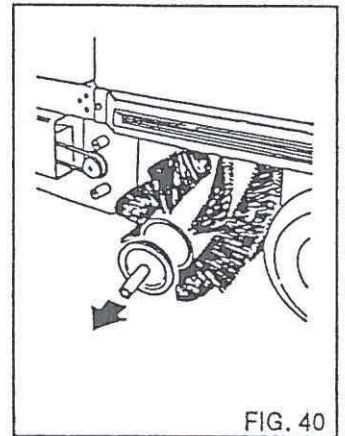

FIG. 40
- 4) Abstandstück abnehmen und Bürste herausziehen. (Fig 40). Neue Bürste einsetzen. Darauf achten, daß die Bürste so eingebaut wird, daß das Kehrgut zur Bürstenmitte hingeleitet wird. Bürste beim Einbau leicht drehen, damit sie auf der gegenüberliegenden Seite in die Bürstenaufnahme einrastet.